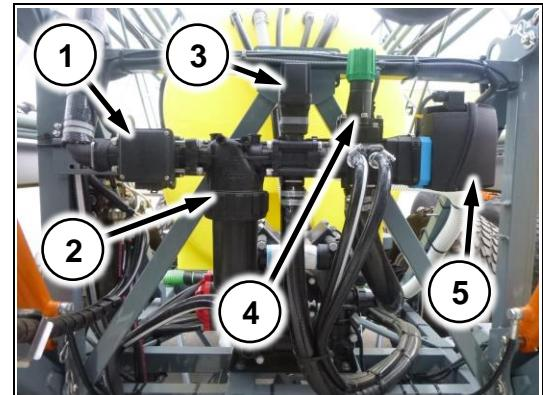

Рис. 89
- (Рис. 89/1) – расходомер
(Рис. 89/2) – корпус фильтра тонкой очистки
(Рис. 89/3) – регулирующий клапан
(Рис. 89/4) – предохранительный клапан
(Рис. 89/5) – главный клапан
1. М – главный клапан (Рис. 89/5)
2. R – регулирующий клапан (Рис. 89/3)
3. F – расходомер (Рис. 89/1)